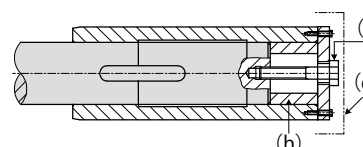

図5-16 特殊な場合の抜け止め
(4) 特殊な場合の抜け止め
- ①被動軸が図5-16のように段がない場合、ディスタンスリング(h)を使用して固定してください。(ディスタンスリング(h)は付属しておりません)ディスタンスリングのサイズはP16表5-3をご参照ください。